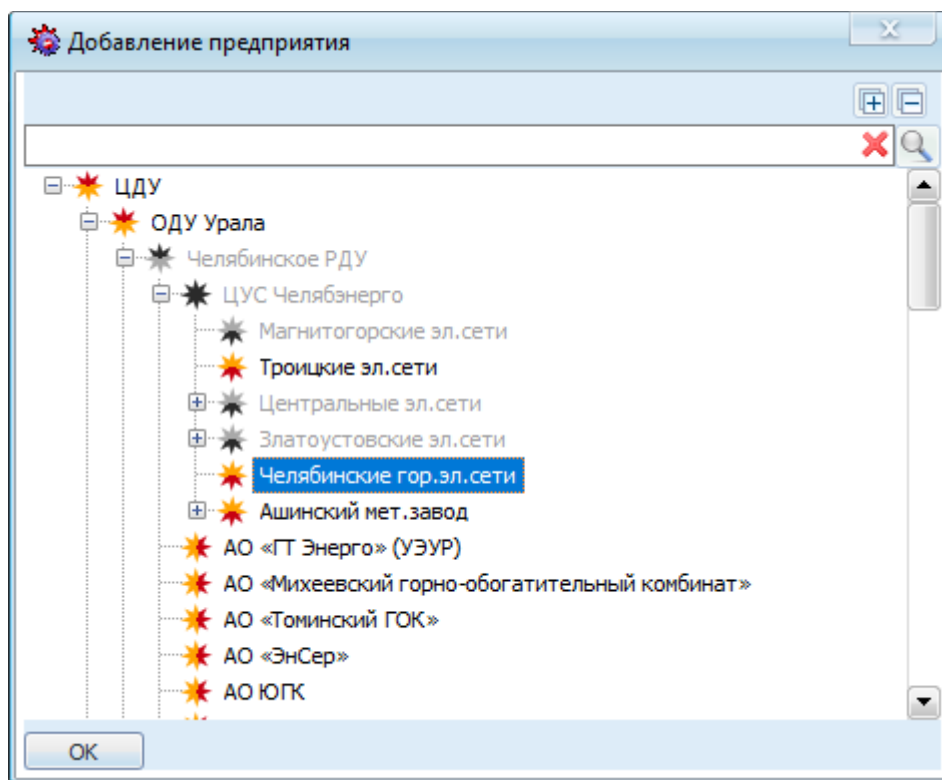

Рисунок 8.5 – Модальное окно «Добавление предприятия»
По нажатию на кнопку [Добавить] в панели инструментов, открывается модальное окно «Добавление предприятия» (Рисунок 8.5).
- кнопка  [Добавить] с раскрывающимся списком. По нажатию на кнопку  [Добавить] открывается модальное окно «Добавление предприятия» (Рисунок 8.5). После того, как пользователь выберет нужное ему предприятие, строка с данными о нем добавится в табличную часть справочника в начало или конец списка (в зависимости от сортировки данных по столбцам). По нажатию на кнопку углом вниз
- добавить предприятие под предприятие, выделенное фокусом в формате: «В <Название предприятия, выделенное фокусом>». Активен при наличии вышестоящего предприятия. По нажатию на кнопку открывается модальное окно «Добавление предприятия» (Рисунок 8.5). После того, как пользователь выберет нужное ему предприятие, строка с данными о нем добавится в табличную часть справочника под выделенное фокусом предприятие.
- добавить предприятие под вышестоящее предприятие предприятия, выделенного фокусом в формате: «В <Название вышестоящего предприятия>». Всегда активен. По нажатию на кнопку открывается модальное окно «Добавление предприятия» (Рисунок 8.5). После того, как пользователь выберет нужное ему предприятие, строка с данными о нем добавится в табличную часть справочника под вышестоящее предприятие предприятия, выделенного фокусом в начало или в конец списка (в зависимости от сортировки данных по столбцам).
- добавить предприятие первым уровнем в формате: «Первым уровнем». Всегда активен. По нажатию на кнопку открывается модальное окно «Добавление предприятия» (Рисунок 8.5). После того, как пользователь выберет нужное ему предприятие, строка с данными о нем добавится в табличную часть справочника первым уровнем предприятия в начало или в конец списка (в зависимости от сортировки данных по столбцам).